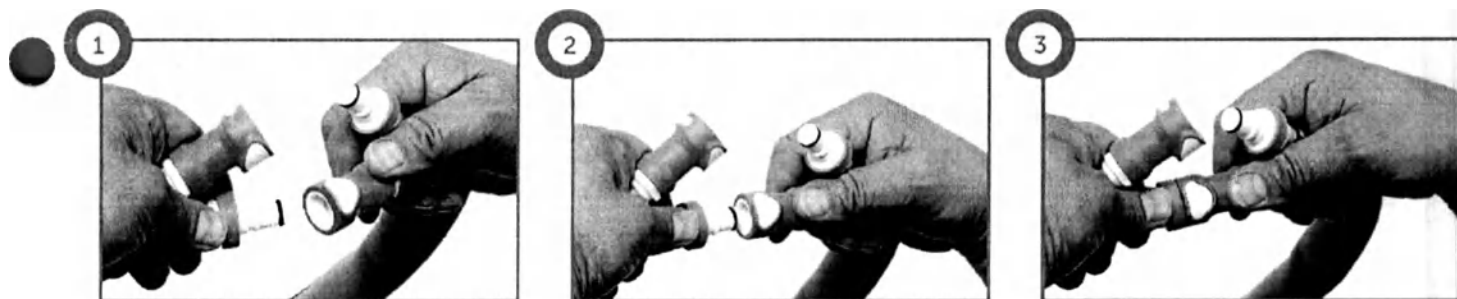

Рис. 9.
- При соединении соединительных механизмов разъёмы должны быть захвачены по одному в каждой руке, а затем просто плотно прижаты друг к другу для соединения, как показано на рис. 9. При успешном соединении раздастся щелчок.